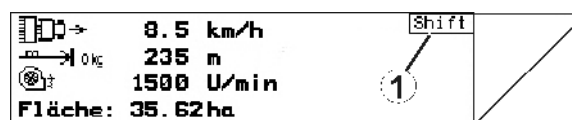

Fig. 10
- Hvis Shift-tasten er aktiv, vises det på displayet (Fig. 10/1).